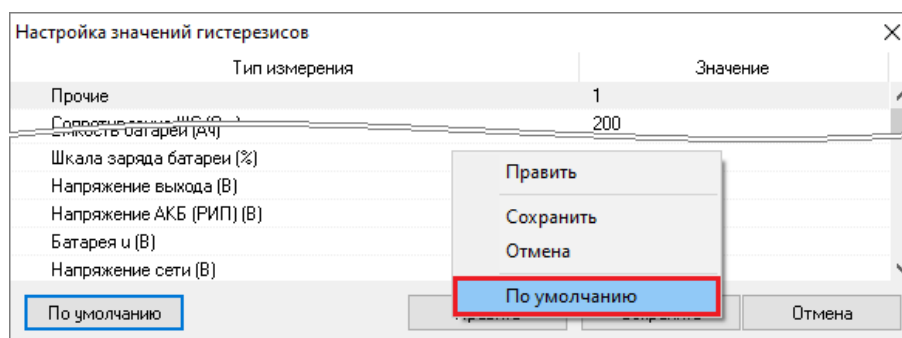

Рисунок 6-248 Возврат к значениям гистерезиса по умолчанию командой "По умолчанию" контекстного меню
- либо вызовите контекстное меню области списка измеряемых параметров и выберите в нем команду «По умолчанию» (см. Рисунок 6-248).